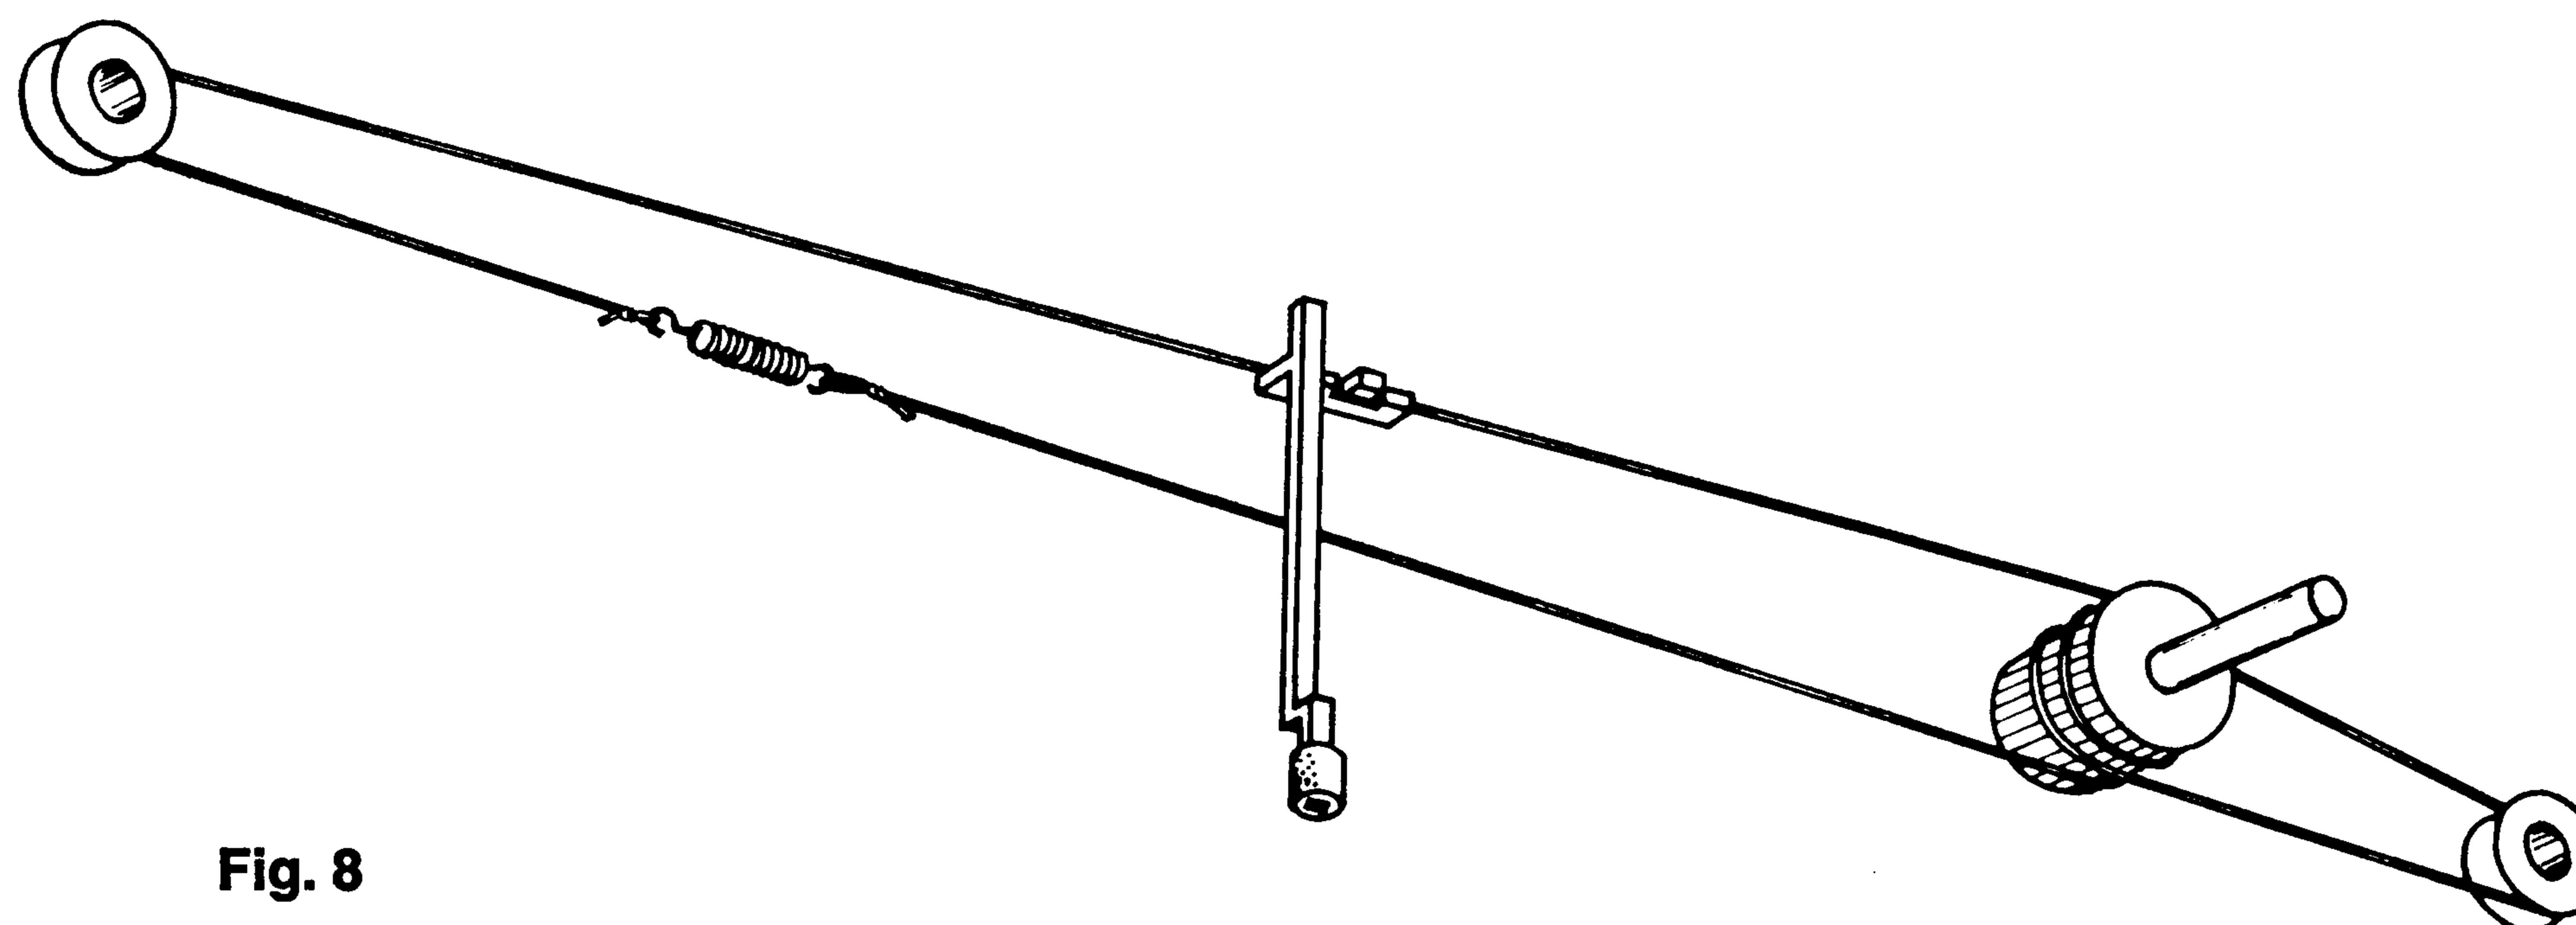

Fig. 8
- 4.2 Skalenseil nach Fig. 8 auflegen (Länge ca. 0,80 m).
- 4.2 Place drive cable as shown in Fig. 8 (length approx. 32").